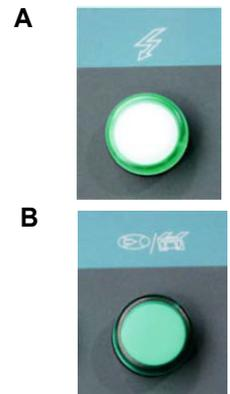

Abb. 6-3: Kontrollleuchte
- Für die korrekte Funktion der Maschine müssen alle Kontrollleuchten grün leuchten. Wenn eine von ihnen nicht leuchtet, startet die Maschine nicht. Wenn nur das Kontrolllicht der Spannung (Pos. A, Abb. 6-3) eingeschaltet ist und das Kontrolllicht der Abdeckung (Pos. B, Abb. 6-3) aus ist, liegt folgendes vor: